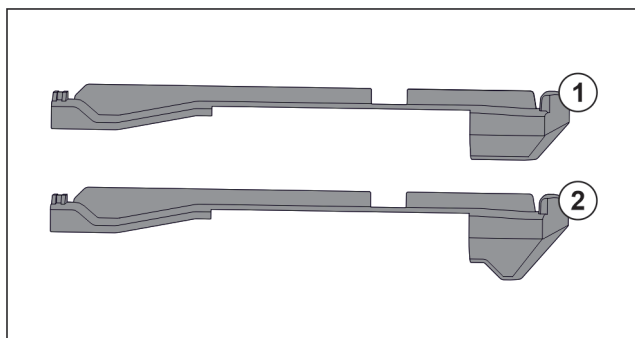

Fig. 108 Sammenligning av påsettsingsdeler
I apparatet finnes to ulike påsettsingsdeler. Påsettsingsdel over en nederste skuffen Fig. 108 (2) har en trekantet kant. Alle andre påsettsing Fig. 108 (1) har en rett kant.
- ▶ Anbring påsettsingsdel Fig. 108 (2) med trekantet kant over nederste skuff.
- ▶ Anbring påsettsingsdel Fig. 108 (1) med rett kant til alle andre steder.